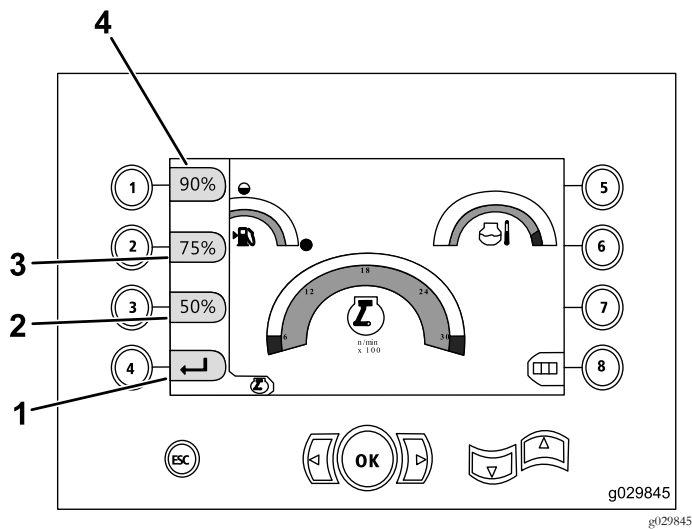

Figura 6
- Pulse el botón número 1 para activar la velocidad de motor del 90% según se muestra en Figura 6.
- Pulse el botón número 2 para activar la velocidad de motor del 75% según se muestra en Figura 6.
- Pulse el botón número 3 para activar la velocidad de motor del 50% según se muestra en Figura 6.
- Pulse el botón 4 para volver a la pantalla principal (Figura 6).